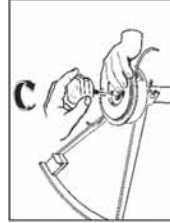

Fig. 9G
10. Maintenez la tension du ressort par une pression constante de la bobine en douille et fixez le vis en sens des aiguilles d'une montre. Vissez-le à main (Fig. 9G).